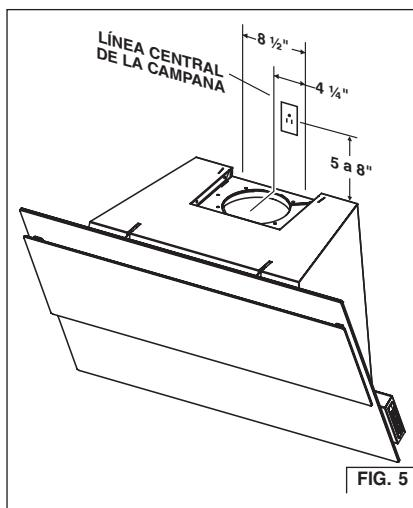

FIG. 5
3. Instale el centro de la caja de salida para pared de 5" a 8" por encima de la parte inferior de la campana. Fig. 5.